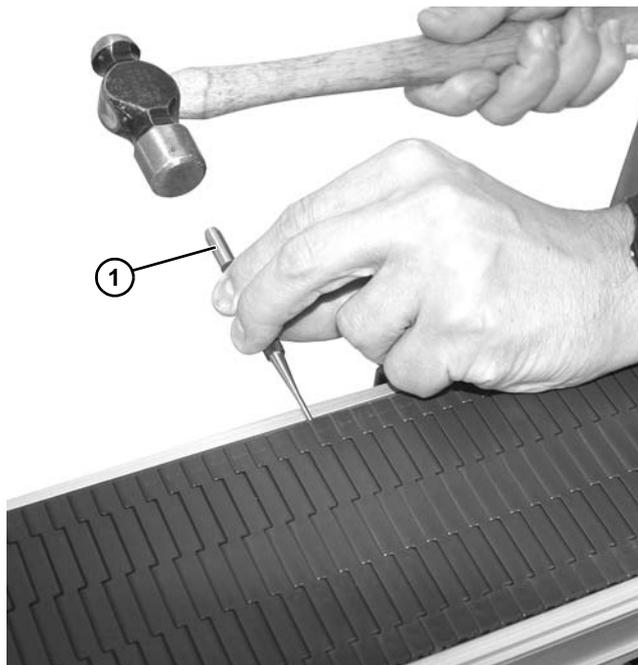

Figure 34
2. Insérer un poinçon (Figure 34, élément 1) dans le côté non retenu de la bande et pousser la tige.